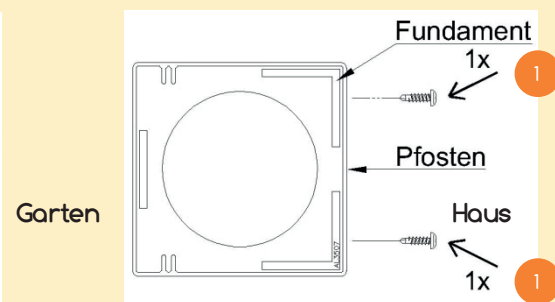

Abb. 20
- 3.16 Verbinden Sie anschließend die Fundamente und den Pfosten (o) mit 2 Torxschrauben (1) pro Pfosten. Siehe Abb.: 20